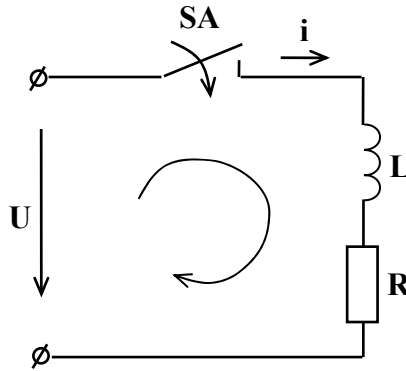

Рис. 2.1
2.3.1 Катушка, активное сопротивление которой $R = 10$ Ом и индуктивность $L = 100$ мГн, включается в сеть постоянного тока с напряжением $U = 100$ В (рис. 2.1).